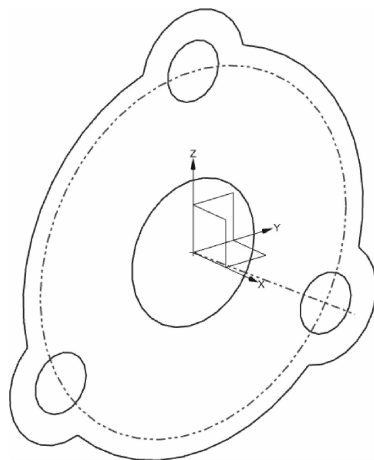

图 2-22 端盖草图完成图
(9)在“草图”工具条中单击图标,退出草图环境并保存文件,最终完成的草图如图 2-22 所示。